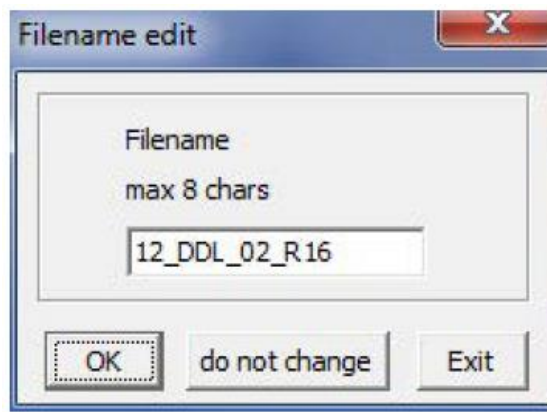

Рисунок 13
1.2.12 Согласитесь с именем файла, нажав на «ОК» (рисунок 13).